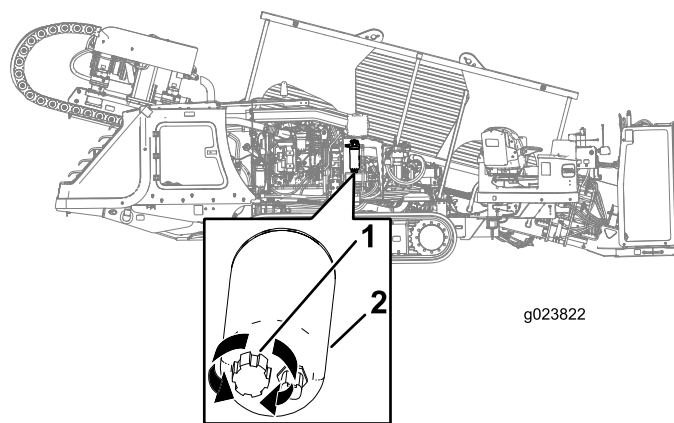

Рисунок 126
3. Поместите сливной поддон под топливный фильтр грубой очистки (Рисунок 126).
4. Поверните сливной клапан в нижней части топливного фильтра грубой очистки на 2-3 оборота против часовой стрелки и слейте воду и осадки (при наличии) из топливного фильтра (Рисунок 126).